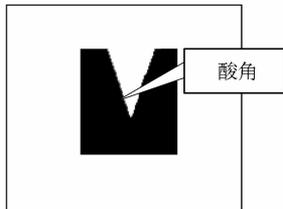

图 15-24 “酸角”问题
(1) 分析检查“酸角”问题,就是检查在 PADS 中定义的 CAM 光绘文件输出中的如图 15-24 所示的布线与铜箔或铜箔与铜箔之间成锐角的情况。“酸角”问题导致在制造中由于蚀刻药水的强力作用下,造成这个拐角的铜箔比其他地方要细,这样就有可能在生产中导致线路太细、阻抗过高或造成线路断裂,可设置最大尺寸和最大角度。